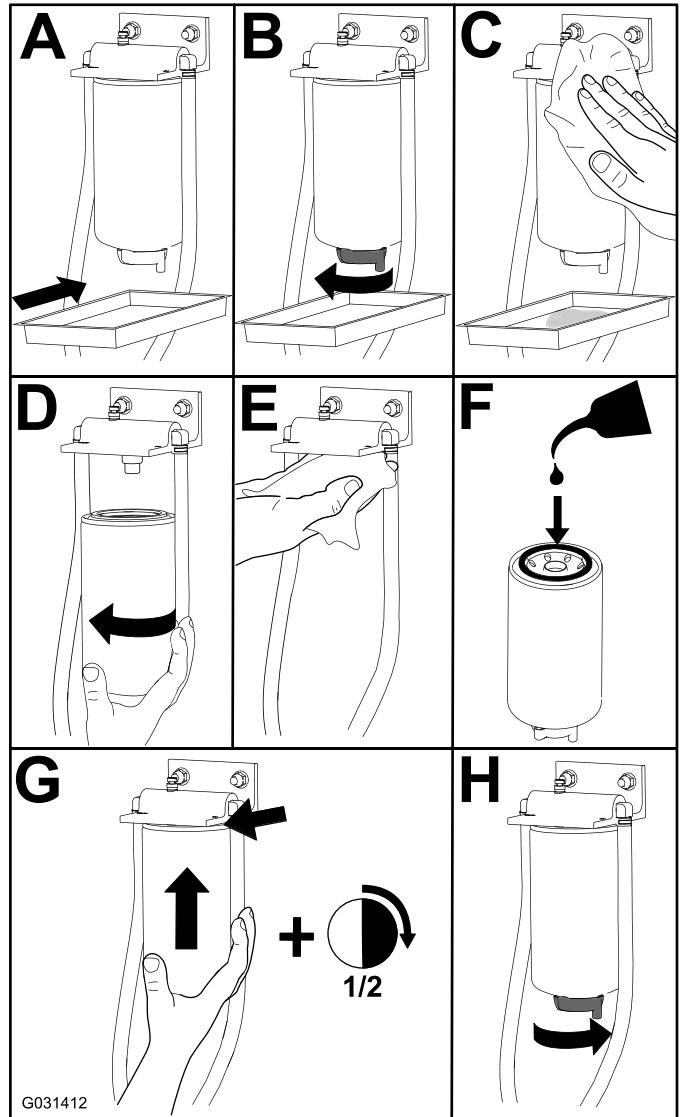

Figure 79
1. Remplacez le filtre comme montré à la Figure 79.